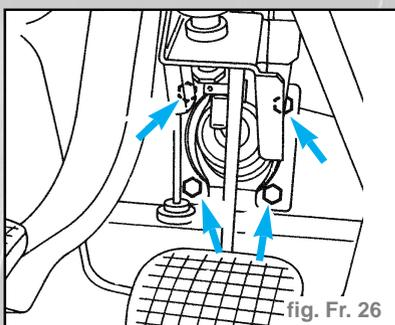

fig. Fr. 26
- Dévisser les écrous de fixation du servofrein (indiqués par les flèches) au support pédalier (fig. Fr. 26).